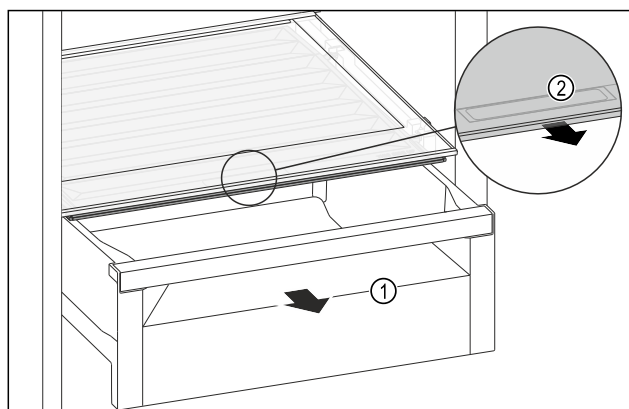

Fig. 103
- Schuifvak Fig. 103 (1) uittrekken.
- Greeplijst Fig. 103 (2) op het vakdeksel vastpakken en het vakdeksel gelijktijdig naar voren trekken.